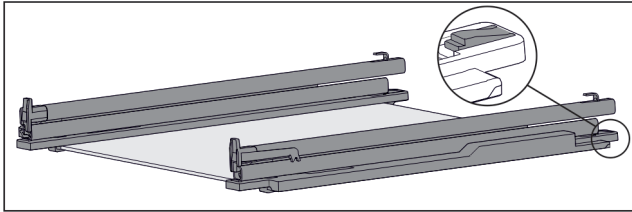

Fig. 149 Placă de sticlă cu șine și piese de fixare
- ▶ Apăsați în jos piesa de fixare din spate (vezi Fig. 149) și, în același timp, împingeți șina înapoi.